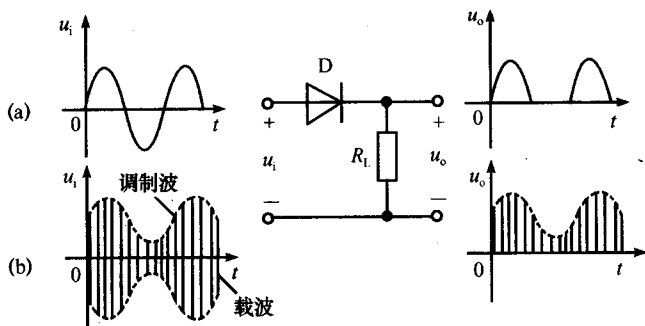
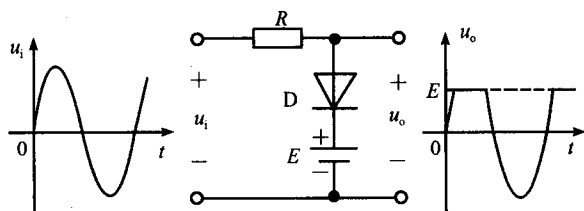

图 15-2
图 15-3
(1)整流与检波电路:电路如图 15-2 所示。
①整流:利用二极管单向导电性,将交流电换成单方向脉动的直流电;
②检波:将幅值被音频信号调制的高频无线电信号,变成单方向脉动信号,再滤去高频载波便可得音频信号。用于无线电接收机。
(2)限幅电路:有单向限幅和双向限幅两种,仅以单向限幅为例,电路如图 15-3 所示,输入 u_i 为正弦波,输出正半周幅值被限制为 E ,称为正向限幅。分析: $u_i < E$,二极管 D 截止, $u_o = u_i$; $u_i > E$,二极管 D 导通, $u_o \approx E$ 。